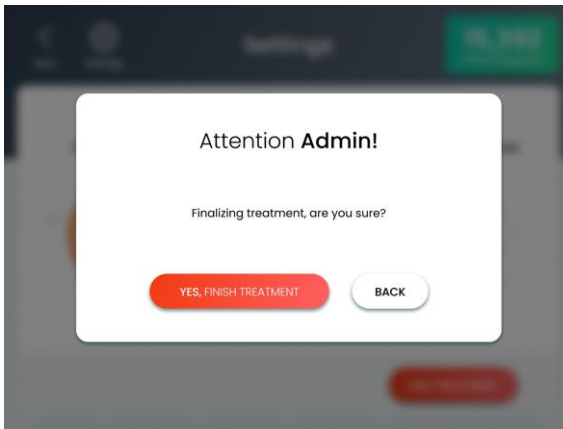

Figure 5-16. Écran Finalizing Treatment Attention (Avertissement de finalisation du traitement)
1. Dans l'écran Treatment (Traitement), appuyez sur le bouton **End Treatment** (Terminer le traitement) ; l'écran Finalizing Treatment Attention (Avertissement de finalisation du traitement) apparaît, comme illustré à la Figure 5-16.